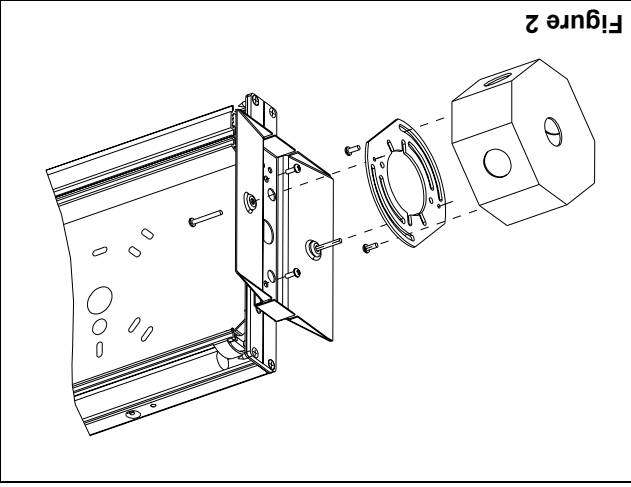

Figure 2
- c. Installer la plaque de fixation à la boîte de jonction à l'aide des vis de la boîte de jonction (voir fig. 2).